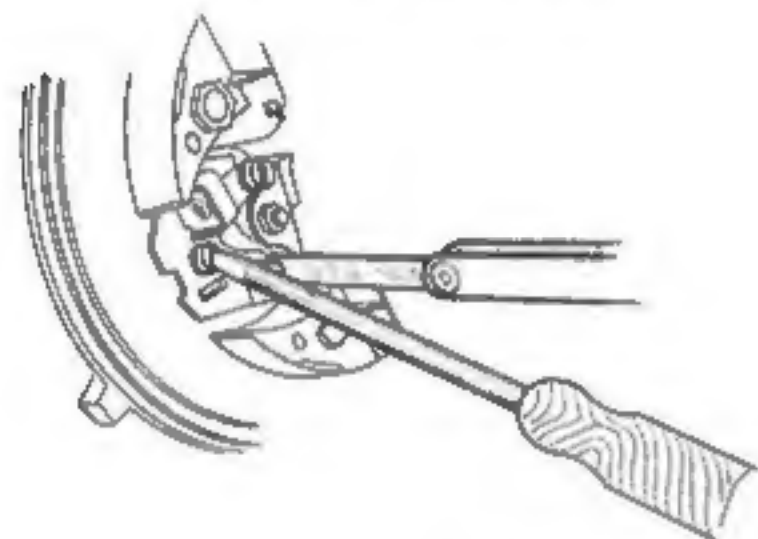

Fig. 2
- Desserrer la vis de fixation du levier de réglage du rupteur (tournevis fig. 2).